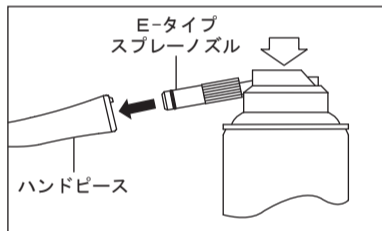

図9
- 2) スプレーノズルをハンドピース後部へ挿し込み、ハンドピースを押さえて、ハンドピース先端よりオイルが出るまで2~3秒のスプレーを2~3回繰り返します。注油は先端から異物等の汚れが出なくなるまで繰り返し行います(図9)。
- 3) 最後に、パナスプレープラス(図9)による注油を行います。